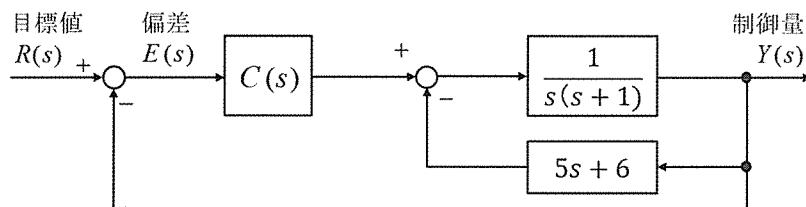

図2 フィードバック制御系
問2 図2のフィードバック制御系について考える。 $R(s), Y(s), E(s)$ は、それぞれ目標値、制御量、偏差のラプラス変換を表す。
まず、図2において、次の(1)の問い合わせに答えよ。
次に、図2において $C(s) = 2$ とおく。次の(2)～(3)の問い合わせに答えよ。
最後に、図2において $C(s) = \frac{K}{s}$ とおく。ただし K は正の実数とする。次の(4)～(5)の問い合わせに答えよ。
(4) 図2のフィードバック制御系を安定にする K の範囲を求めよ。